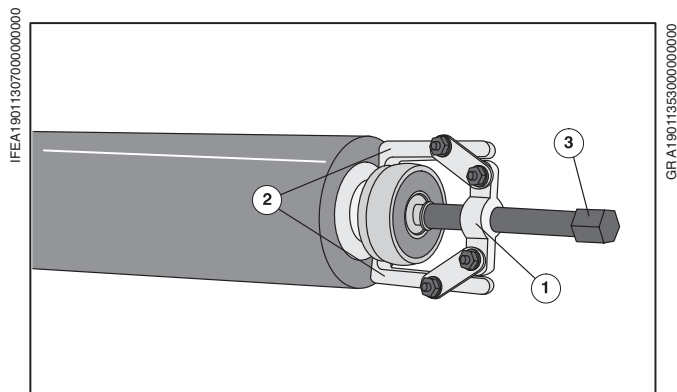

Рис. 69 Стягивание шарикоподшипника
Для демонтажа шарикоподшипников поставляется специальный съемник (Рис. 69/①).
- ① Установите прихваты съемника на шарикоподшипник (Рис. 69/②).
- ② Вращая шестигранник (Рис. 69/③) с помощью вилчатого гаечного ключа, стяните шарикоподшипник с цапф валика.